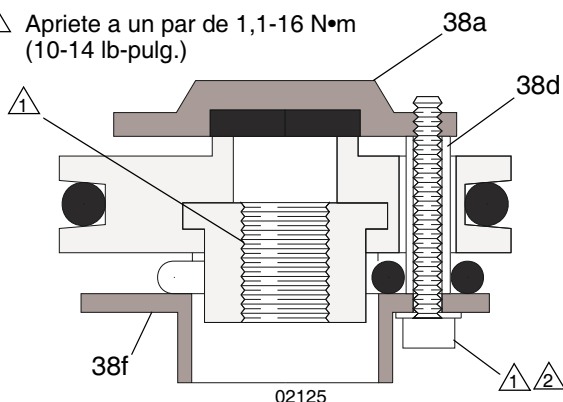

FIG. 12
- Si algún espaciador de placa de la válvula (38d) estuviera dañado, reemplácelo los tres para mantener la holgura correcta entre las placas de la válvula (18a y 18f) y los asientos. Consulte FIG. 12.